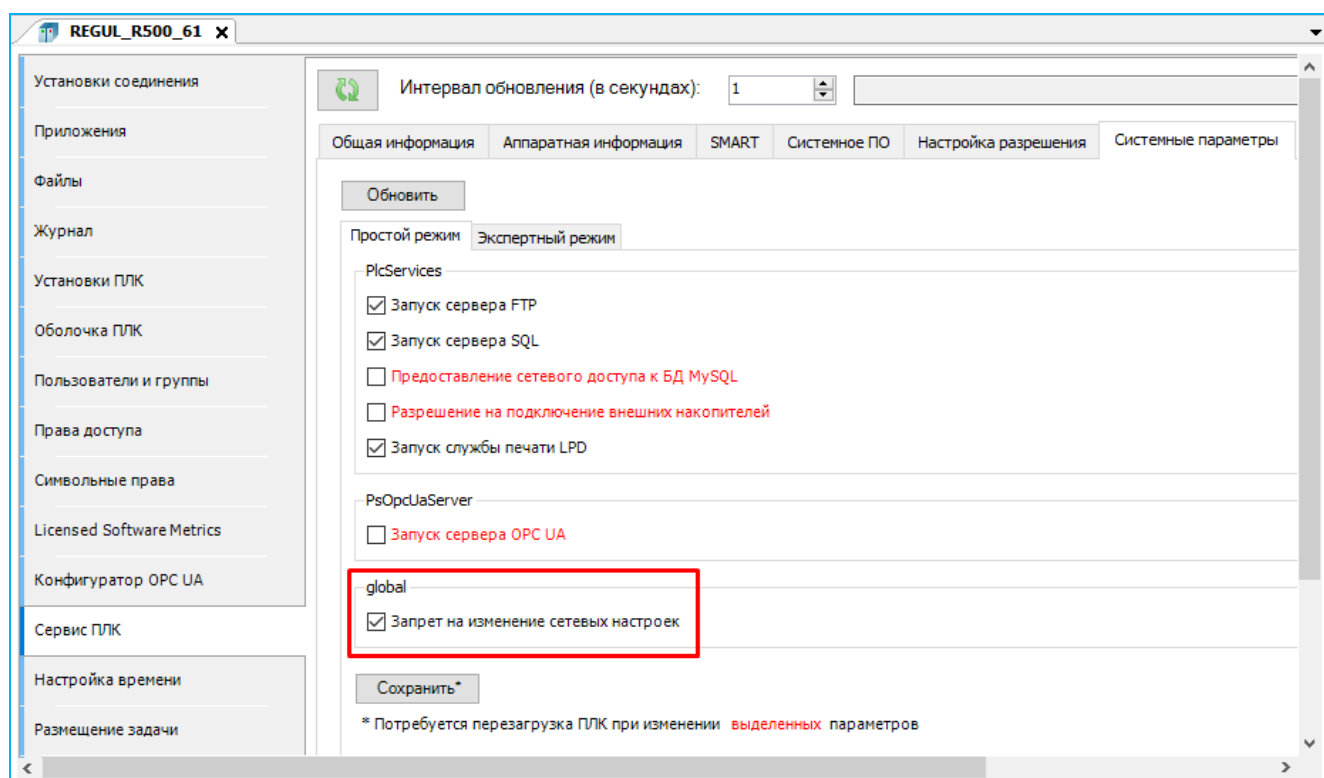

Рисунок 147 – Снятие запрета на изменение сетевых настроек, вкладка простого режима
- на вкладке **Простой режим** в поле *global* с названием строки *Запрет на изменение сетевых настроек* снимите флажок и нажмите кнопку **Сохранить** (Рисунок 147);